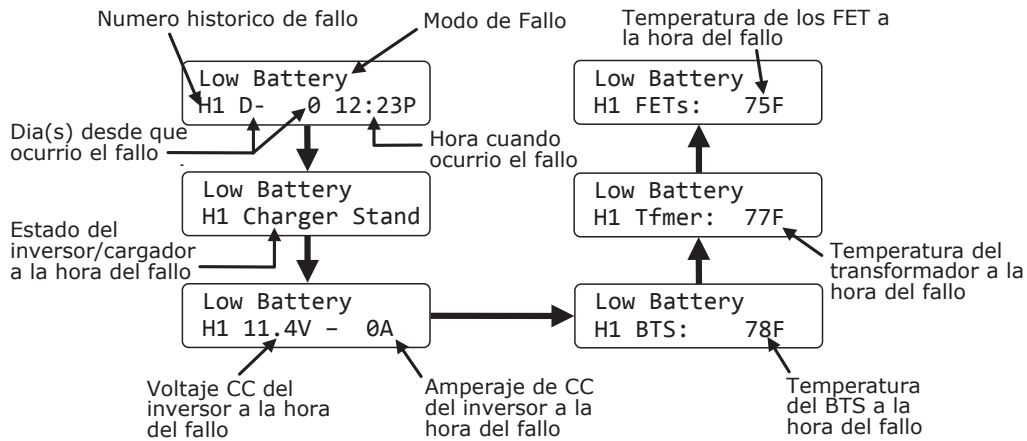

Ilustración 3-8, Elementos de Menú Historial de Fallos del Inversor
- **04A Inv Faults** – Este menú muestra la historia de los últimos nueve fallos del inversor/cargador. Información para cada visualización de fallo, del fallo más reciente (H1) a los primeros/fallos registrados pasados (H2 hasta H9). Consulte la Ilustración 3-8.